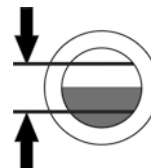

Рисунок 5.3.
Для проверки уровня масла в картере двигателя (2) (см. рис. 5.2.) в нем есть окно для контроля уровня масла (3). Уровень масла должен находиться в пределах видимости в окне (см. рис. 5.3.).